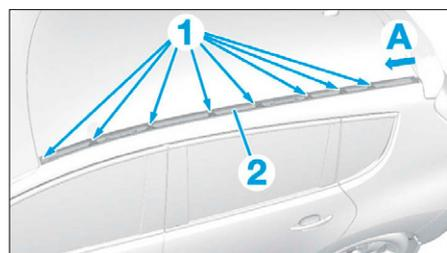

FIG. 11
- Dégraisser les clips de fixation (1) de l'enjoliveur de pavillon (2) (Fig.11).
- les enjoliveurs de pavillon (2) suivant la flèche (A),